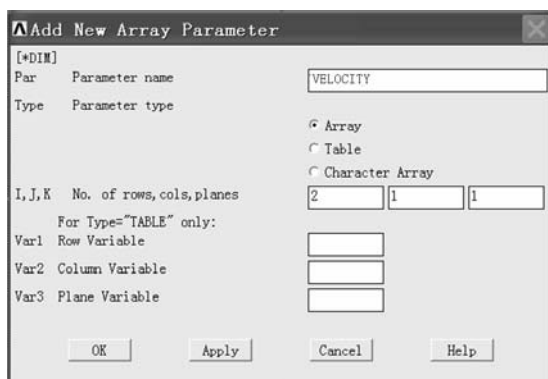

图 5-44 “Add New Array Parameter” 窗口
(3) 继续单击“Array Parameters”窗口中的“Add...”按钮，再次弹出“Add New Array Parameter”窗口，在“Parameter name”后的方框中输入“VELOCITY”（见图 5-44），然后单击“OK”按钮返回到“Array Parameters”窗口。